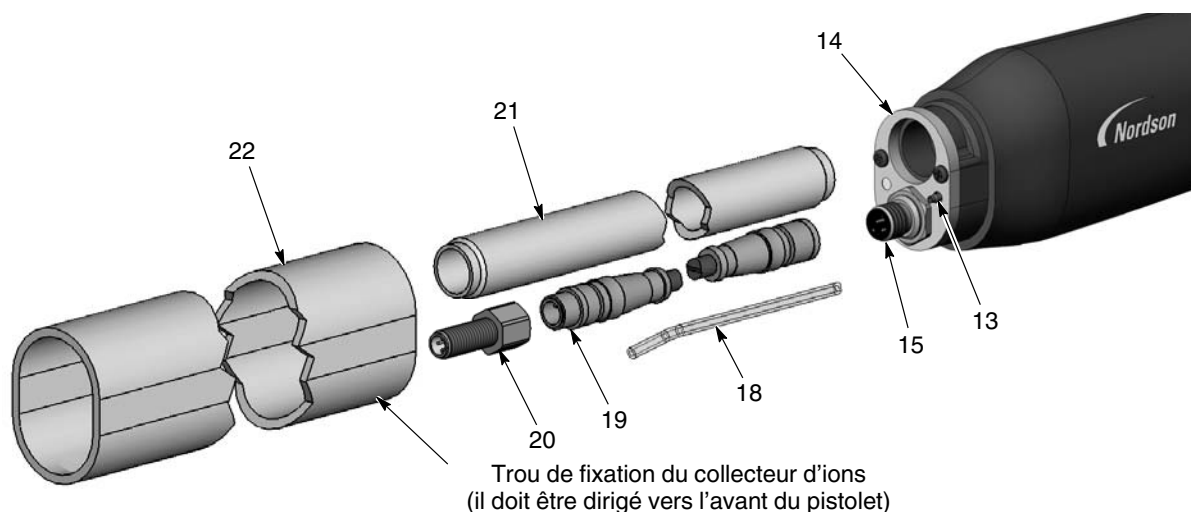
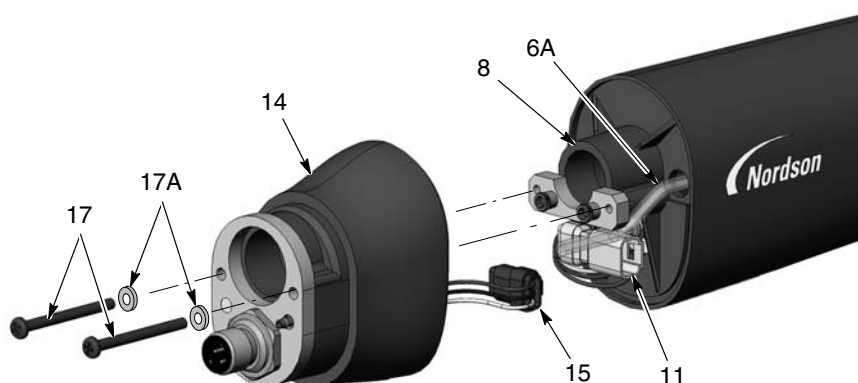
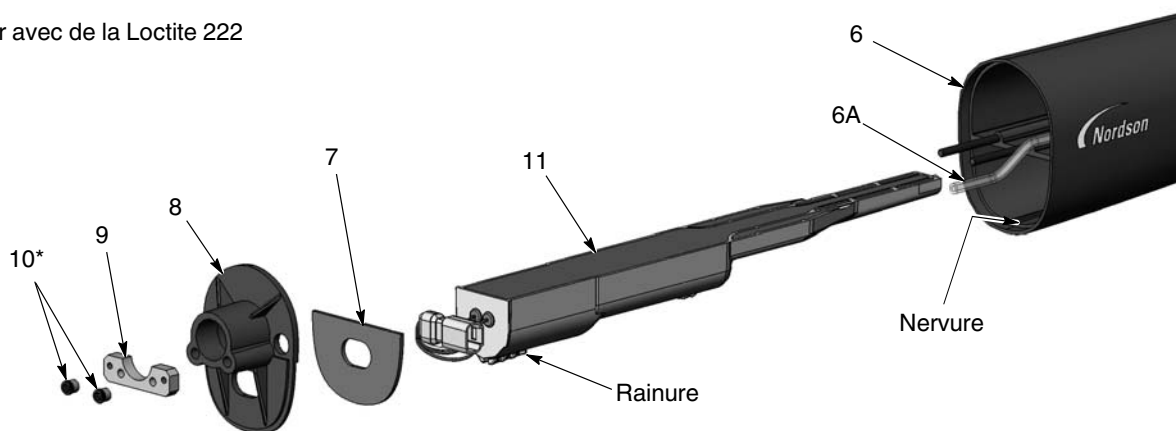

Figure 18 Démontage du pistolet à fixation sur tube 2 sur 5
Figure 19 Démontage du pistolet à fixation sur tube 3 sur 5
Figure 20 Démontage du pistolet à fixation sur tube 4 sur 5
7. Voir la figure 18. Retirer le tube de fixation (22) de l'arrière du corps (14) et au-dessus du tube de serrage (21).
9. Débrancher le câble prolongateur (19) du faisceau de la prise (15).
10. Débrancher le tuyau pneumatique transparent de 4 mm (18) du raccord cannelé (13).
11. S'il faut remplacer le câble prolongateur, retirer la prise (20). Si non, les laisser branchés.
12. Voir la figure 19. Retirer les deux vis à six pans creux (17) et les rondelles freins (17A) de l'arrière du corps du pistolet (14).
13. Tirer prudemment l'arrière du corps du pistolet suffisamment loin de la paroi de séparation (8) pour débrancher le faisceau d'alimentation électrique (11) du faisceau de la prise (15) et le tuyau de l'ensemble filtre (6A) du raccord cannelé à l'intérieur de l'arrière du corps.
14. Voir la figure 20. À l'aide d'une clé Allen de 1/8", retirer les deux vis à six pans creux (10) et la plaque taraudée (9) de la paroi de séparation (8). Retirer ensuite la paroi de séparation du corps du pistolet (6) en faisant passer le faisceau d'alimentation électrique à travers celle-ci.
1. Voir la figure 20. Installer le bloc d'alimentation électrique (11) dans le corps du pistolet (6) en adaptant les nervures du corps du pistolet dans les rainures sur le bloc d'alimentation. Insérer fermement le bloc d'alimentation électrique dans le corps du pistolet.
2. Faire passer le faisceau d'alimentation électrique à travers la paroi de séparation (8), puis monter la paroi de séparation et la plaque taraudée (9) sur les goujons du corps du pistolet. Appliquer du vernis bloque-écrou Loctite 222 sur les écrous à six pans (10) et les visser sur les goujons. Serrer les écrous à 0,45 N•m (64 inch-ounces) avec une clé Allen de 1/8".
3. Voir la figure 19. Raccorder le faisceau de la prise (15) au faisceau d'alimentation électrique (11). Faire entrer les connecteurs du faisceau (11, 15) dans l'arrière du corps du pistolet dans les positions illustrées.
4. Raccorder le tuyau de l'ensemble filtre (6A) au raccord cannelé à l'intérieur de l'arrière du corps. Faire passer un éventuel supplément de tuyau transparent dans le corps du pistolet, puis monter l'arrière du corps sur la paroi de séparation avec les vis (17) et les rondelles frein (17A).
5. Voir la figure 18. Visser le tube de serrage (21) dans l'arrière du corps (14).
6. Raccorder le câble prolongateur (19) au faisceau de la prise dans l'arrière du corps.
7. Raccorder le tuyau transparent de 4 mm (18) au raccord cannelé sur l'arrière du corps.
8. Orienter le tube de fixation (22) avec le trou du collecteur d'ions dirigé vers l'avant du pistolet.